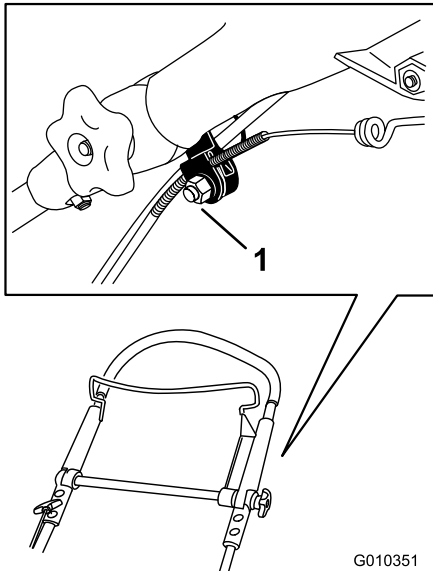

Figura 43
1. Allentate il dado sul serrafilo per cavi (Figura 43).